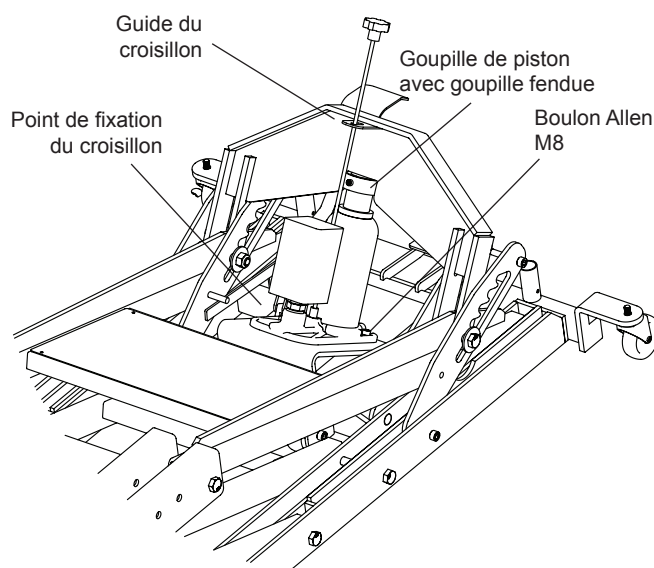

Figure 2 : Assemblage du vérin hydraulique
1. Installez le vérin hydraulique sur son support et fixez-le à l'aide des boulons M8 x 1,25 fournis (voir la figure 2).
5. Installez la poignée de position dans la structure et fixez-la en utilisant les goupilles fournies (2).